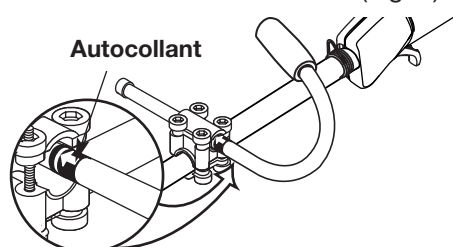

Fig. 2
5. Glissez la poignée en J en un mouvement de va-et-vient jusqu'à ce que la flèche/ligne blanche de l'autocollant touche la bride (Fig. 2).